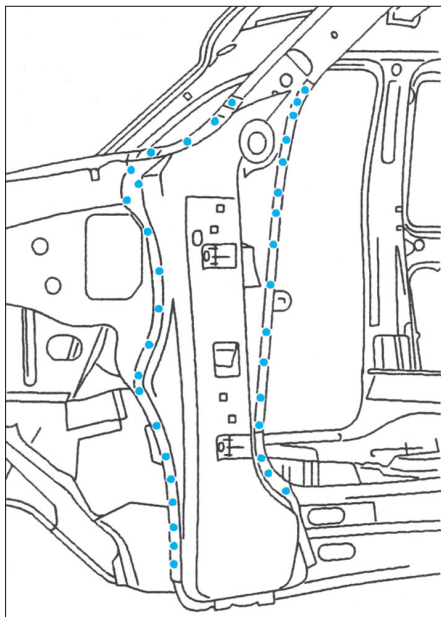

FIG. 54
- Souder par points électriques (Fig.54).